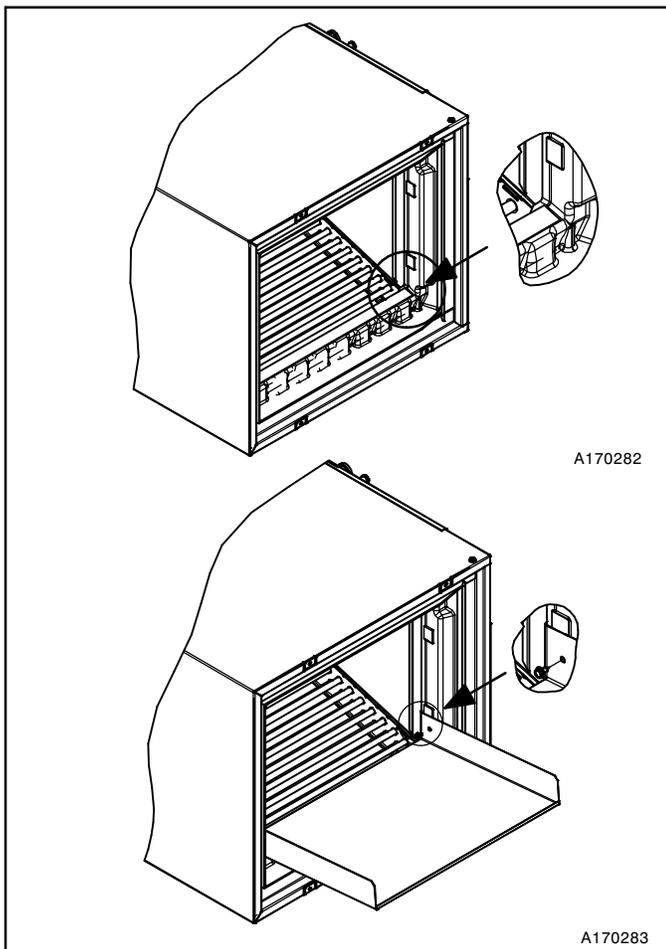

Figure 6 – Extension du bac d'évacuation des condensats (nécessaire pour toutes les installations horizontales à droite)
6. Installez l'extension du bac d'évacuation des condensats inclus et la vis pour deux coins comme illustré dans la figure 6. Utilisez du ruban isolant en liège pour assurer l'étanchéité entre les faces intérieures de l'extension du bac et l'avant du bac de récupération vertical.